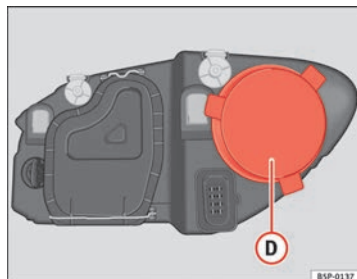

Abb. 191 Standlicht
- Den Deckel ⇒ Abb. 191 D abziehen.